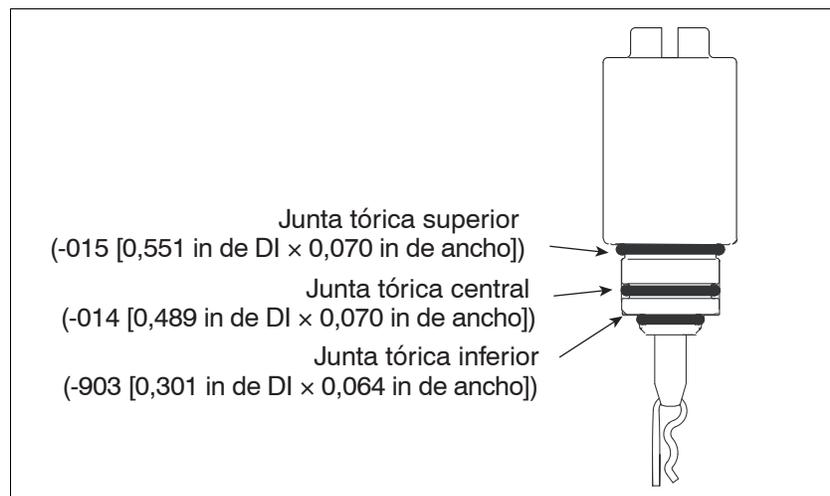

Figura 41. Pasador de enganche colocado para instalar el tornillo purgador de aire
8. Lubrique con vaselina las tres juntas tóricas del tornillo nuevo e instálelo con el pasador de enganche presionado y colgando en posición vertical (véase la Figura 41).